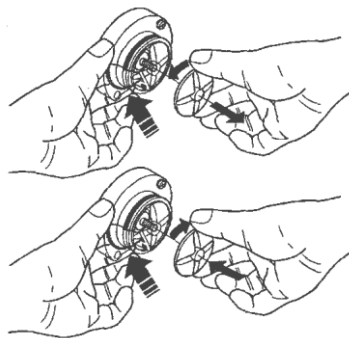

Рис. 26
- для того чтобы снять крыльчатки, заблокируйте пальцем диск, закрепленный на валу миксера (см. рис. 26).